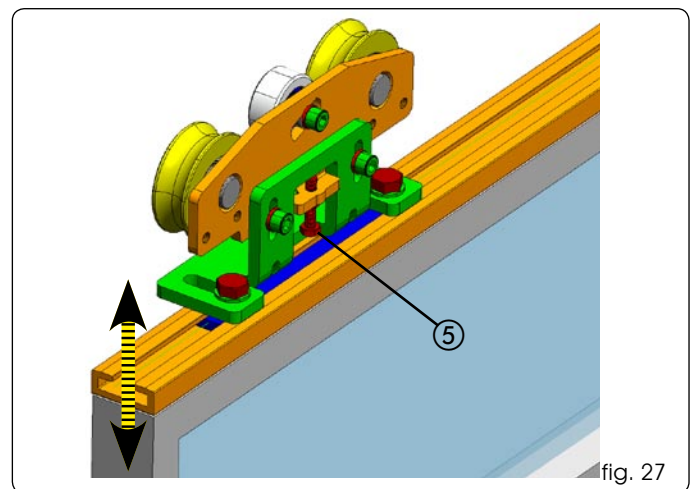

fig. 27
- Agire sulla vite fig. 27 rif. ⑤ in senso orario per alzare le ante oppure in senso antiorario per abbassare le ante.